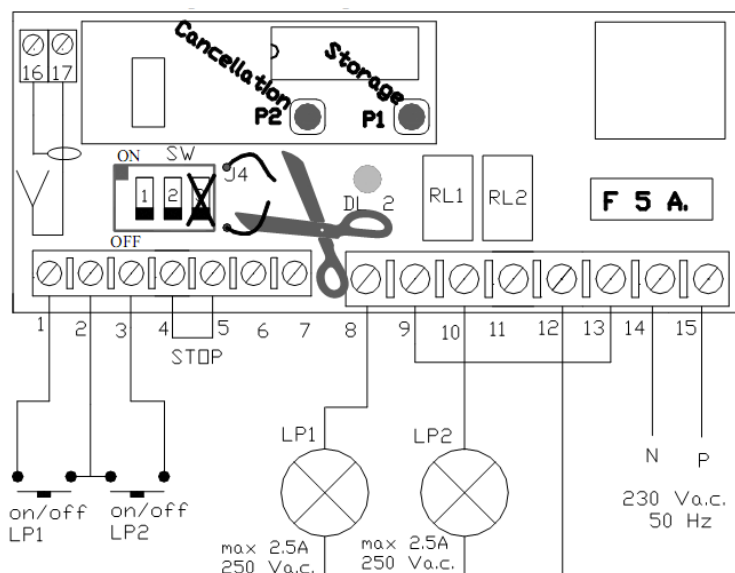

Рис. 6
- 1- Разрезать переключку **J4**, как показано на **рис. 6** (режим управления освещением)